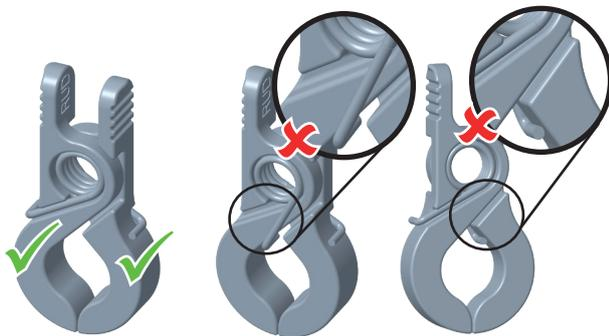

Fig. 25: Montaggio della molla
- La molla non si trova nella corretta scanalatura sulla sede laterale del morsetto (confrontare Fig. 25).